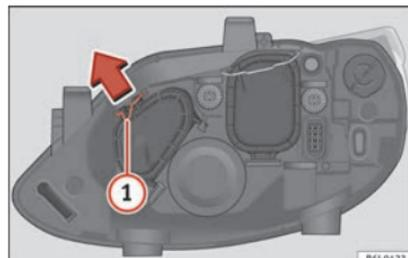

Fig. 182 Luz de carretera.
- Desplace el tirante ① en el sentido de la flecha y saque la tapa » fig. 182.